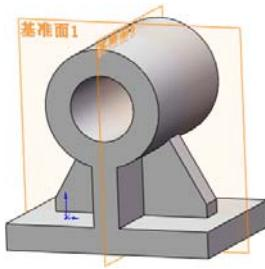

图 4-79 镜像的图形
**23** 设置视图方向。单击“视图”工具栏中的“旋转视图”图标 $\text{E}$ ，将视图以合适的方向显示，结果如图 4-79 所示。